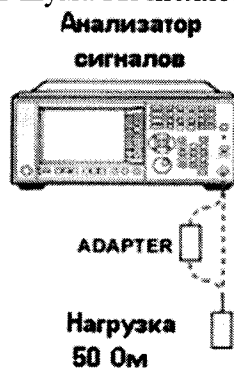

Рисунок 10
7.3.7.1 Средний уровень собственных шумов определить измерением уровня с усреднением показаний отсчетных устройств анализатора при отсутствии сигнала и подключении на вход анализатора согласованной нагрузки с соответствующим диапазоном рабочих частот (Рисунок 10). На анализаторе установить ослабление 0 дБ. Измерения проводить на ПЧ 1 кГц. Средний уровень шума вычисляется как  $A_{\text{шума 1 кГц}} - 30$  дБм